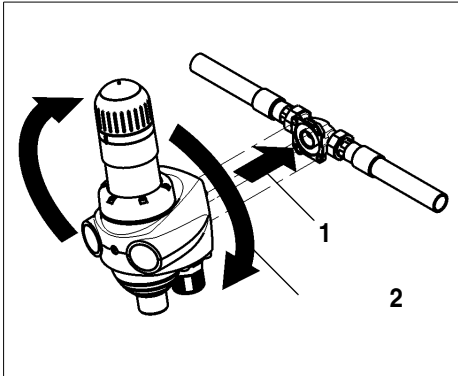

Abb. 4: Montage JPM-QC
- Die Köpfe der vier Flanschschrauben M6x165 durch die Bajonettbohrungen am Einbaudrehflansch stecken (siehe Abb. 4).
- Die Hauswasserstation im Uhrzeigersinn bis zum Anschlag drehen (siehe Abb. 4).